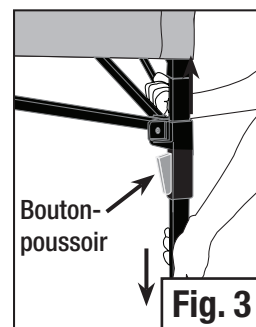

Fig. 3
- Tirez sur le bras coulissant situé dans la partie du haut du pied jusqu'à ce que le bouton-poussoir se mette en place d'un bruit sec. (Fig. 3) Ceci permettra d'assurer que la partie supérieure de l'armature est entièrement déployée.